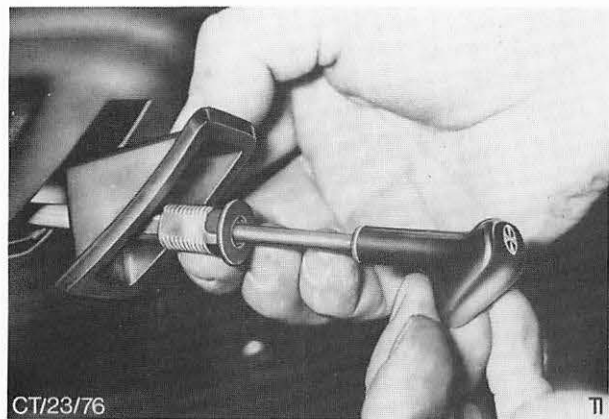

Abb. 22 Ausbau Betätigungs zug – Startvergaser
8. Eine Führungsschnur am Ende des Betätigungs zugs im Motorraum befestigen und Zug nach innen durchziehen. Abb. 22.